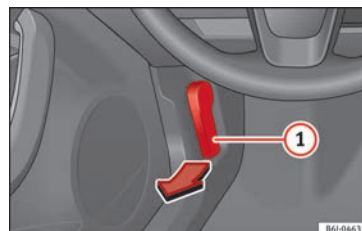

Fig. 5 Palanca de desbloqueo en el espacio reposapiés del conductor.
- Abrir el capó: tire de la palanca que hay debajo del tablero de instrumentos » **fig. 5** ①.